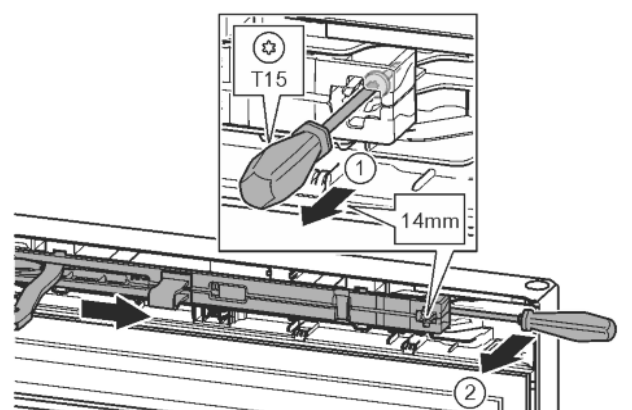

Fig. 12
- ▶ Przy pomocy śrubokręta T15 odkręcić śrubę na amortyzatorze zamykania drzwi ok. 14 mm. Fig. 12 (1)
- ▶ Od strony uchwytu, za amortyzator zamykania drzwi wsunąć śrubokręt i obrócić do przodu. Fig. 12 (2)
- ▶ Wyjąć amortyzator zamykania drzwi. Fig. 12 (3)